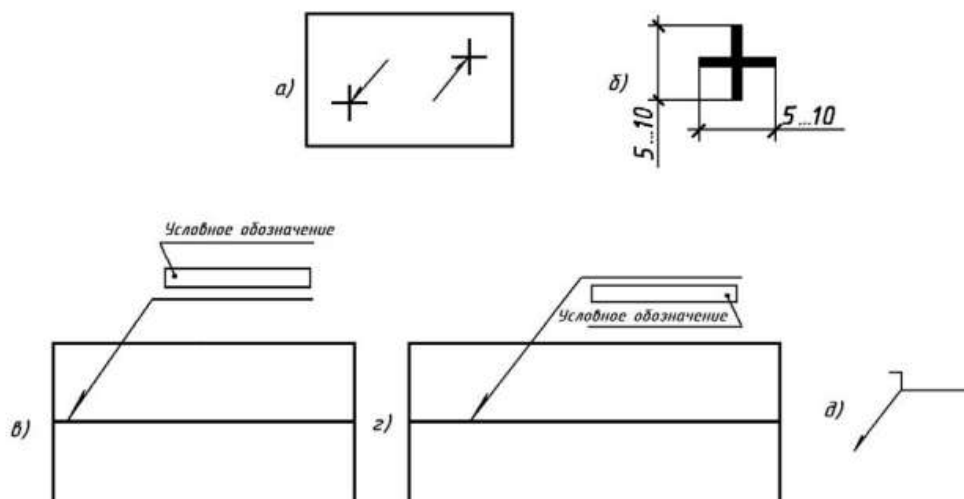

Рисунок 75 - Графическое обозначение сварных швов:
- видимый – сплошной основной линией, рис.75;
- невидимый – штриховой линией, рис. 75.
- под полкой линии-выноски, проведенной от изображения шва с оборотной стороны (рис. 75б). При этом предпочтительно линию-выноску проводить от изображения видимого шва.
Линия-выноска, проведенная от изображения шва или одиночной сварной точки, всегда заканчивается односторонней стрелкой (рис. 75).